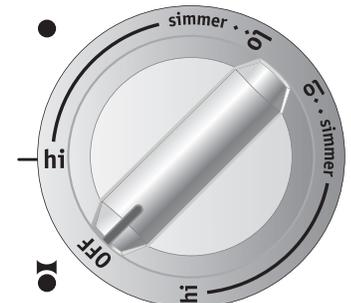
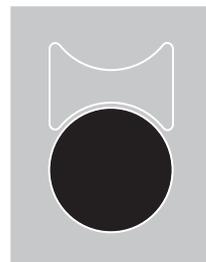
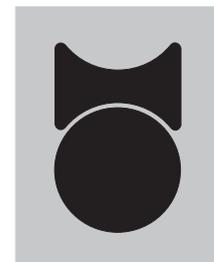

Figure 4
Figure 5 -
Figure 6 -
Lors de l'utilisation des éléments, la surface de cuisson devient très chaude. Même après avoir éteint les éléments, la surface de cuisson demeure chaude pour une certaine période. Le contrôleur de surface électronique détecte la chaleur de la surface de cuisson et affiche le message "**HE**" (Hot Element: élément chaud) sur le panneau de commande pour aviser que la surface est encore trop chaude pour être touchée (voir fig. 5). Même si le message **HE** est affiché, l'élément peut être utilisé à nouveau.
Lorsqu'une zone à induction est réglée à Hi au démarrage, la caractéristique Amplificateur de Puissance s'activera (voir fig. 6). La caractéristique Amplificateur de Puissance est utilisée pour élever de grandes quantités d'eau ou de nourritures à une température de cuisson le plus rapidement possible. La caractéristique Amplificateur de Puissance vous fournira 139% de la puissance totale de l'inducteur pour une durée de temps précise (environ 10 minutes).
Cette table de cuisson est équipée d'un élément radiant **Pont** situé entre les deux éléments de gauche (voir figures 1 & 2). L'élément pont peut être utilisé avec des ustensiles de cuisson de forme rectangulaire (plaque chauffante) ou ovale. L'élément maintiendra une température égale sur toute sa surface. L'élément pont peut aussi être utilisé comme un élément simple (voir figure 5). Le symbole ● indique que seul la zone avant de l'élément fonctionne (Fig. 3). Le symbole ◐ indique que les deux zones de l'élément pont fonctionnent (Fig. 4). Vous pouvez passer d'une zone à l'autre à tout moment durant la cuisson.
2. Poussez et tournez le bouton comme montré à la figure 3 pour les casseroles de forme régulière (voir Figure 5) ou comme montré à la figure 4 pour les grandes casseroles de forme rectangulaire (voir Figure 6).